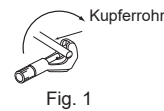

Fig. 1
- Der Ablaufschlauch sollte nach unten gerichtet sein, um ein gutes Abfließen sicherzustellen. (Fig. 1)
- Schneiden Sie das Kupferrohr sachgemäß mit einem Rohrschneider ab. (Fig. 1, 2)